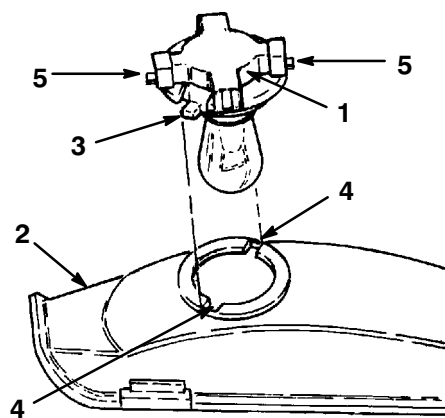

Figure 32
3. Dévissez l'embase d'un quart de tour vers la gauche et déposez-la du réflecteur (Fig. 32).
2. L'embase de l'ampoule présente deux languettes (Fig. 32). Alignez ces languettes et les rainures du réflecteur, insérez l'embase dans le réflecteur et vissez-la à fond d'un quart de tour vers la droite.